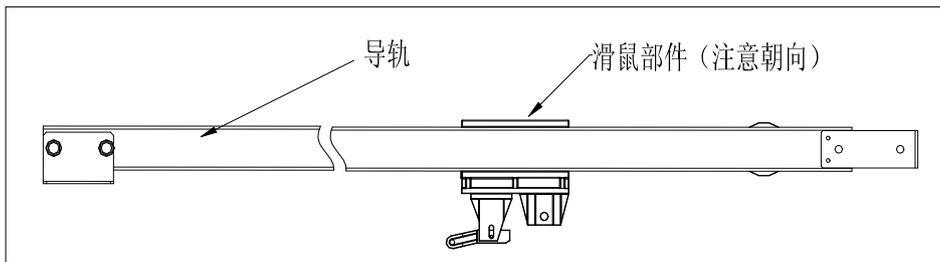

图 4
2. 将滑轮部件放入两导轨之间。手动把导轨分开，将滑轮部件放入两导轨之间，注意滑轮方向（有扳手一侧朝向主机驱动）如图 4。